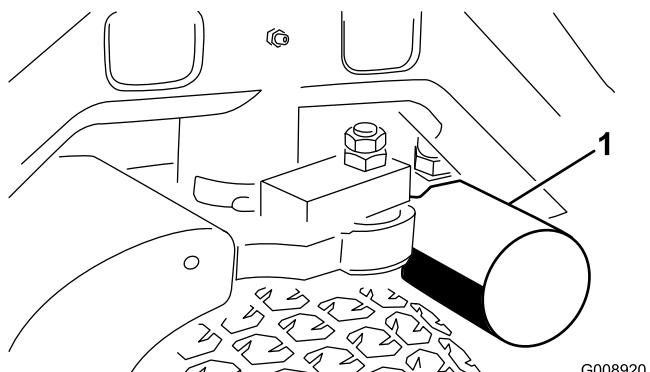
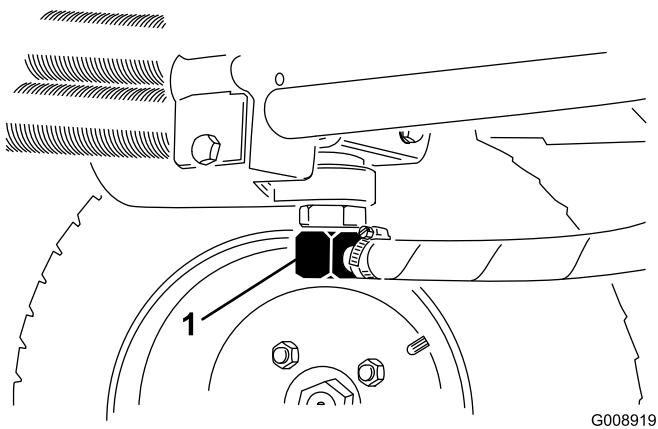

Figura 58
Figura 59
3. Limpe a zona de montagem do filtro. Coloque um recipiente de escoamento debaixo do filtro (Figura 58) e retire o filtro.
2. Desconecte as tubagens hidráulicas (Figura 59) ou retire o filtro hidráulico (Figura 58) e deixe que o fluido hidráulico escorra para dentro de um recipiente de escoamento. Instale as tubagens hidráulicas quando o fluido pare de escorrer.